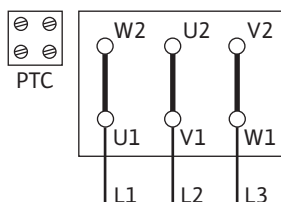

Fig. 10: Zagon Y-Δ
- Omrežni priključek je odvisen od moči motorja P2, omrežne napetosti in tipa zagona. Potrebno vezavo povezovalnih mostičev v priključni omarici najdete v naslednji tabeli ter na Fig. 10, 11 in 12.